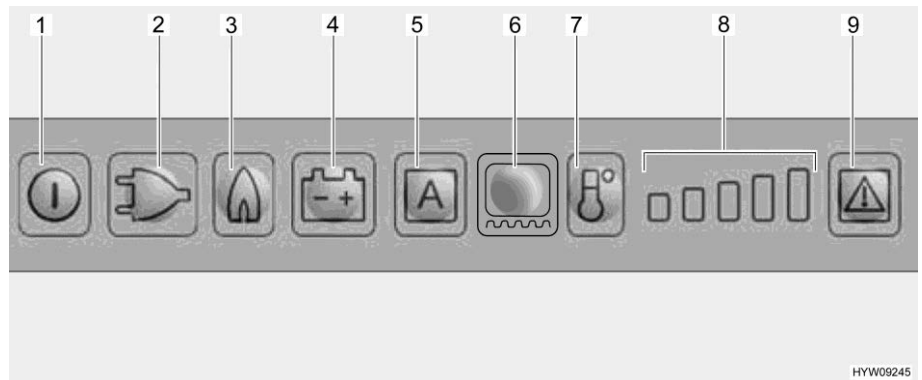

Fig. 186 Quadro comandi LED (frigorifero Dometic)
Selezionando il funzionamento a gas, il dispositivo di sicurezza si apre automaticamente, così che il gas possa fluire al bruciatore. Contemporaneamente si inserisce l'accenditore elettronico. Se la fiamma del gas si spegne, ad es. a causa di un colpo di vento, l'accenditore viene subito azionato riaccendendo il gas. In caso di guasto del funzionamento a gas, i tasti luminosi relativi a gas (Fig. 186,3) e guasto (Fig. 186,9) lampeggiano e viene emesso un segnale acustico per 20 secondi.
Accensione: ■ Premere il tasto On/Off (Fig. 186,1) per circa 2 secondi. Il frigorifero si accende e viene visualizzato l'ultimo modalità di funzionamento selezionata.
Selezione della modalità di funzionamento: ■ Premere il tasto luminoso per il tipo di funzionamento desiderato (Fig. 186,2 - 4) o la modalità automatica "AES" (Fig. 186,5) (solo per versione AES).
Regolazione della temperatura di refrigerazione: ■ Regolare la temperatura di refrigerazione con il tasto di del livello di refrigerazione (Fig. 186,7). L'indicazione del livello di refrigerazione (Fig. 186,8) mostra la regolazione sul termostato.
Spegnimento: ■ Premere il tasto On/Off (Fig. 186,1) per circa 2 secondi.
Dopo l'accensione il frigorifero seleziona automaticamente la regolazione intermedia del termostato. Questa regolazione può essere modificata manualmente tramite il tasto del livello di refrigerazione (Fig. 186,7). Ci vogliono alcune ore prima che il frigorifero raggiunga la temperatura normale di esercizio. Quando si commuta a un'altra modalità di funzionamento, la regolazione sul termostato viene mantenuta.
- Accendere il riscaldamento del telaio per 2 ore: Premere una volta il tasto luminoso per il riscaldamento del telaio (Fig. 186,6). Sull'indicazione del livello di refrigerazione (Fig. 186,8) si accende una barra.
- Accendere il riscaldamento del telaio per 5 ore: Premere due volte il tasto luminoso per il riscaldamento del telaio (Fig. 186,6). Sull'indicazione del livello di refrigerazione (Fig. 186,8) si accendono due barre.
- Regolazione del riscaldamento del telaio ad esercizio continuo: Premere tre volte il tasto luminoso per il riscaldamento del telaio (Fig. 186,6). Sull'indicazione del livello di refrigerazione (Fig. 186,8) si accendono tre barre.
L'indicazione del livello di refrigerazione (Fig. 186,8) indica per alcuni secondi la durata di esercizio del riscaldamento del telaio.
In caso di guasto, il tasto luminoso Guasto (Fig. 186,9) lampeggia. Lampeggia inoltre uno dei tasti luminosi della modalità di funzionamento o l'indicazione del livello di refrigerazione. Viene emesso anche un segnale acustico. Per le note sulla visualizzazione degli errori e la loro eliminazione, vedi capitolo 15.
- ▷ Dopo aver eliminato un guasto del funzionamento a gas, premere il tasto luminoso Reset (Fig. 186,9).